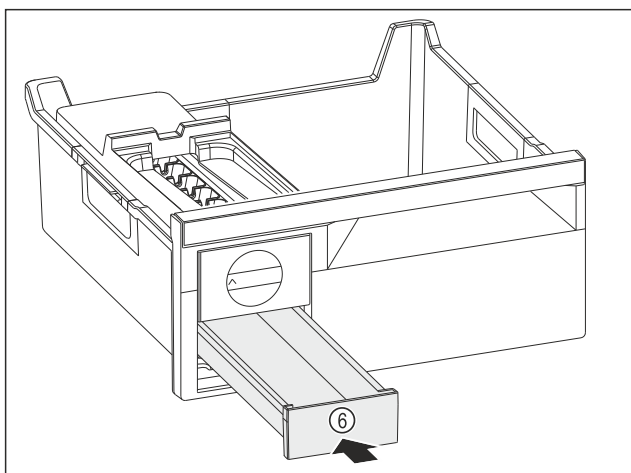

Fig. 135
- ▶ Skjut in iskublådan Fig. 135 (6).